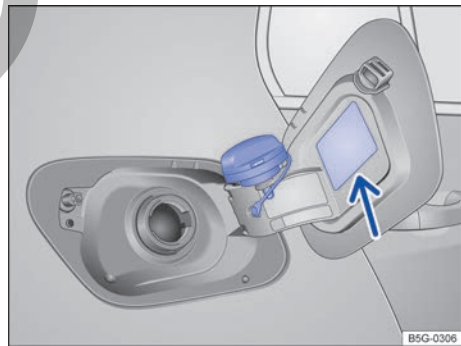

Fig. 139 Detrás de la tapa del depósito de combustible: tapón del depósito.
- Desenrosque el tapón y encájelo en el orificio previsto en la tapa → fig. 139.